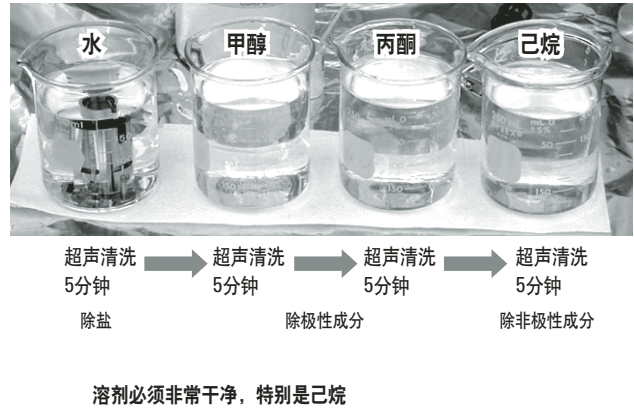

图5. 离子源清洗顺序
- 将冲洗后的部件全部放在烧杯中，加入去离子水浸没所有部件，超声清洗5分钟。步骤4，5，6和7参考图5。